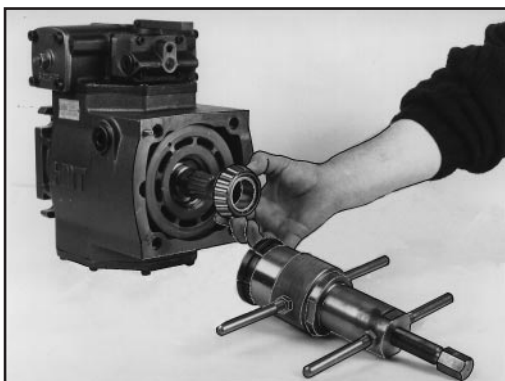

Fig. 8
5.3.6 - Per potere sostituire il disco bimetallico (96), occorre sfilare il giunto (28), all'interno del quale vi è un anello elastico (49), e il cuscinetto a rulli conici (51), utilizzando l'apposito estrattore (fig.8,9), che potete ordinare.
5.3.6 - In order to substitute bimetallic plate (96), remove coupling (28) inside of which there is a circlip (49), and rear tapered bearing (51), using appropriate puller (fig.8,9), which you can order.
5.4.2 - Sfilare il giunto (28) ed il cuscinetto a rulli conici (51) utilizzando l'apposito estrattore (fig.8,9).
5.4.2 - Remove coupling (28) and tapered bearing (51) using special puller (fig.8,9).